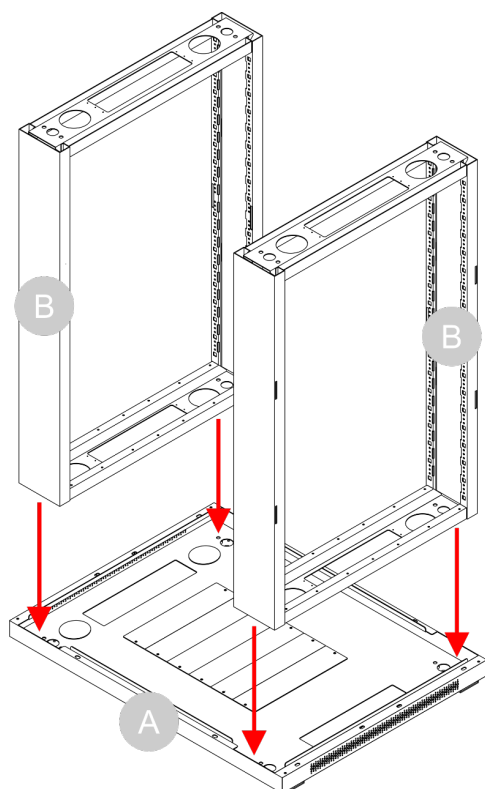

Fig. 19
- 02) Collocare i 2 **telai (B)** sulla **piastra inferiore (A)**, come mostrato nella Fig. 19.